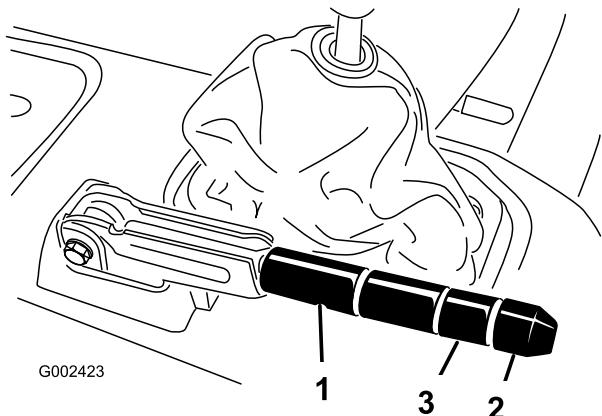

Bild 63
- Lockern Sie die Stellschraube, mit der das Handrad am Feststellbremshebel befestigt ist (Bild 63).